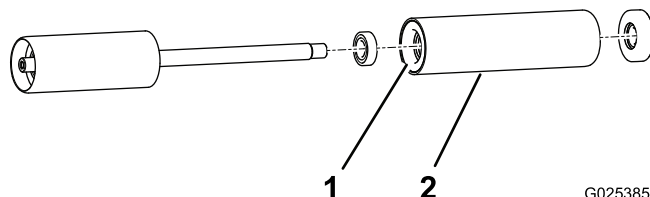

Bild 4
- Verwenden Sie ein Druckwerkzeug, um alle Komponenten mit Ausnahme des inneren Lagergehäuses aus dem Inneren jedes Walzenrohrs zu entfernen (Bild 4).